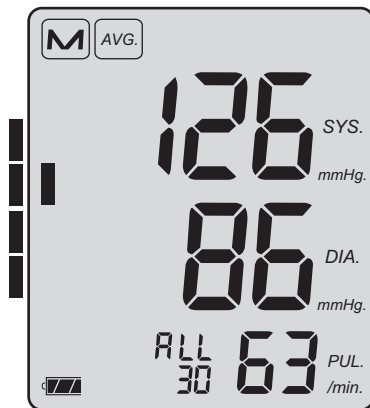

Fig. 8
- ➡ Dopo ogni 30 misurazioni registrate, richiamare il proprio valore medio mediante una breve pressione sul pulsante M **con l'apparecchio spento**. Sarà visualizzato il valore medio di tutti i valori memorizzati (ALL). Premendo nuovamente il tasto M si visualizza il valore medio di tutte le misurazioni tra le 0:00 e le 11:59 (AM), poi il valore medio di tutte le misurazioni tra le 12:00 e le 23:59 (PM). Il numero delle misurazioni contenute nel valore medio è visualizzato in ALL/AM/PM (vedere Fig. 8)
Con la visualizzazione dei valori medi, lungo il margine sinistro dello schermo appare un rettangolo scuro (vedere Fig. 8) corrispondente al valore pressorio medio. Dalla scala corrispondente (vedere Fig. 9) si ricava la valutazione dei propri valori pressori secondo l'Organizzazione Mondiale della Sanità OMS (vedere pag. 117).